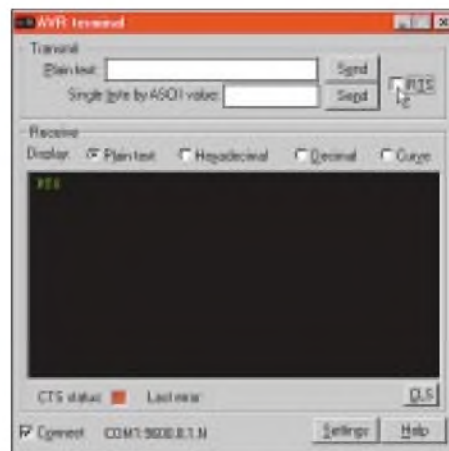

Bild 25: Externe Interrupts, Experiment 1
1. Markieren Sie einmal die Checkbox „RTS“ und entfernen die Checkmarke wieder. Beim Entfernen der Checkmarke (und nur dann) muß der AVR den Text „RTS“ senden (und das nur einmal). Wiederholen Sie das mehrfach (Bild 25).